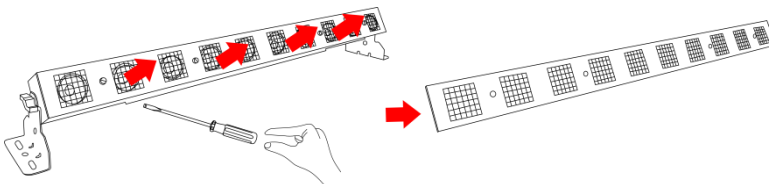

Abb.05
- 02) Nehmen Sie vorsichtig die Metallabdeckung ab (Abb. 05).